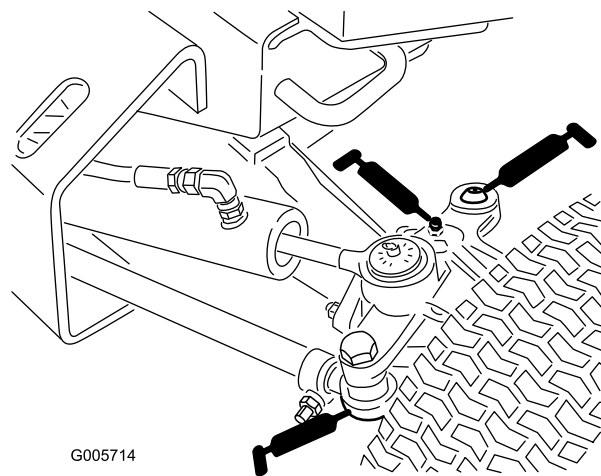

Figura 40
- Tirante del eje (2) (Figura 40)
- Pasador de giro del eje (Figura 40)
- Pivotes de dirección del eje (2) (Figura 40)
- Extremos de las bielas (4) (Figura 40)